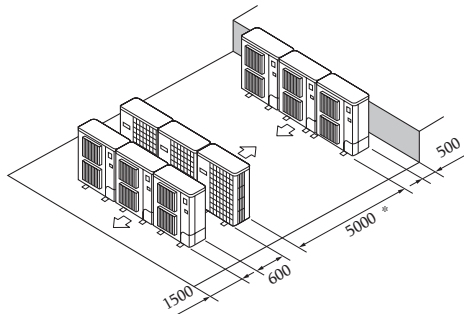

Fig. 2-14
- ⑥ Բլոկների դասավորությունը մի քանի գուցահետ շարքով (Fig. 2-14)